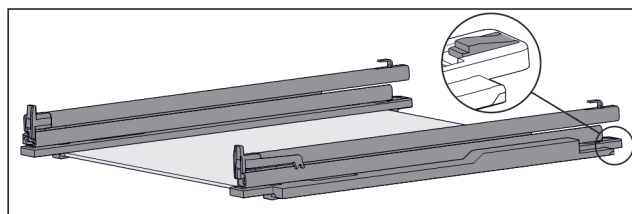

Fig. 116 Steklена plošča z vodili in držalnimi deli
- Držalni del na zadnji strani potisnite navzdol (glejte Fig. 116) in hkrati vodilo potisnite proti zadnji strani.